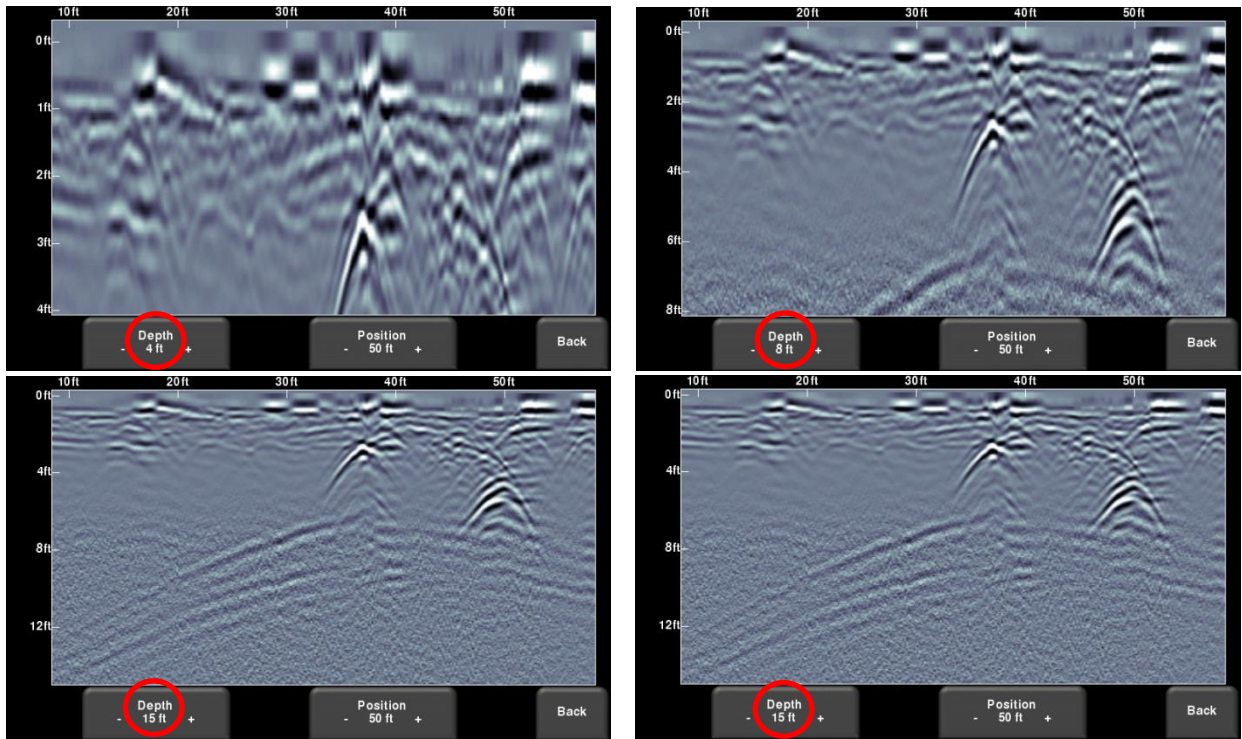

图 8-6: 不同的显示深度
- **深度 (Depth)** - 按**深度 (Depth)** 按钮下方的 + 和 - 按钮可更改数据的显示深度。这通常称为深度窗口。预设值范围为 1-8 米 (3-25 英尺)，参见图 8-6。